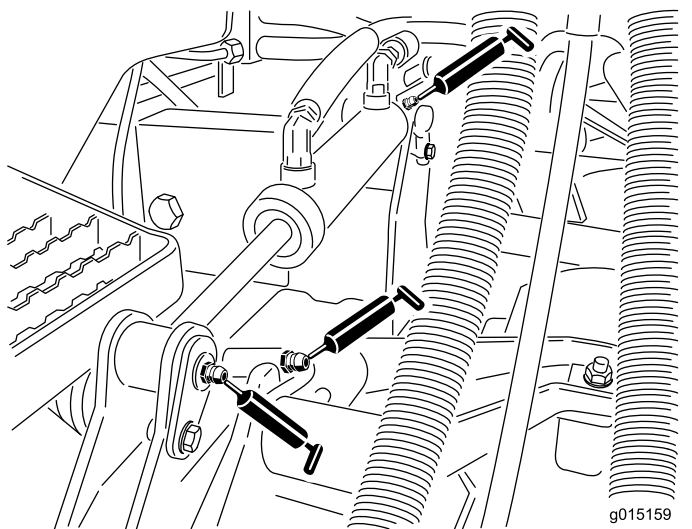

图 51
- 提升臂轴套每个滚刀组 1 个(图 51)
- 提升油缸轴套每个滚刀组 2 个(图 51)